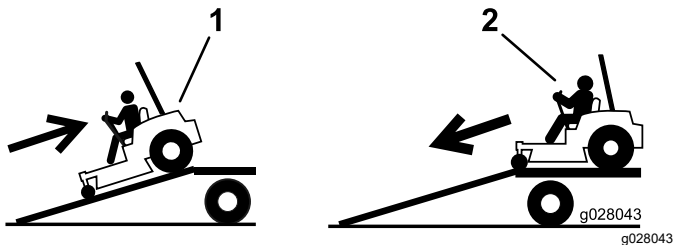

Figure 40
4. Suba la máquina por la rampa en marcha atrás (Figure 40).
2. Baje la máquina por la rampa conduciendo hacia adelante (Figure 40).